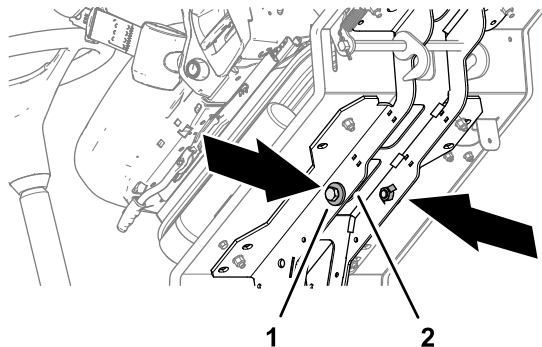

**Figura 50**
6. Riponete i 2 bulloni (12 x 40 mm) e le 2 rondelle (12 mm) che si trovano nelle guide di supporto della pedana (Figura 50).